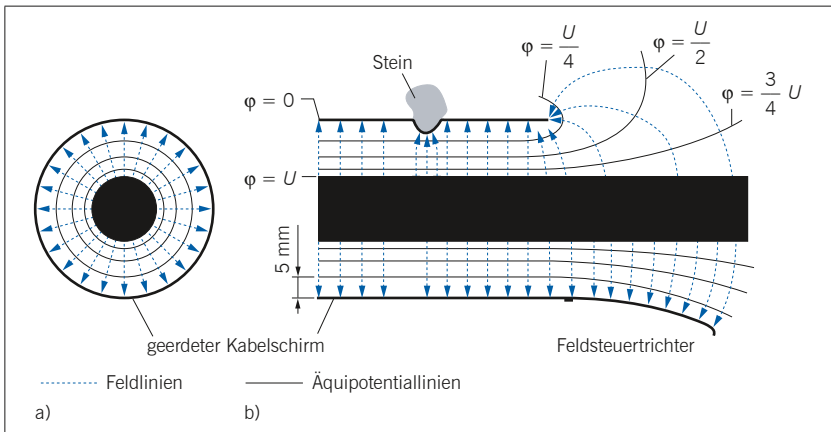

Bild 1.2 Prinzipdarstellung des elektrischen Feldes in einem Einleiterkabel
besteht im Gegensatz zu Luftstrecken allerdings die Möglichkeit der Verlängerung durch Rippen oder Barrieren. An der Prinzipdarstellung des elektrischen Feldes in einem Einleiterkabel in **Bild 1.2** [82] soll das verdeutlicht werden.
Die elektrische Feldstärke ist umso höher, je geringer der Abstand der Feldlinien ist. In Bild 1.2 a ist erkennbar, dass an der Leiteroberfläche die Feldstärke etwa 3-mal so hoch ist wie am Kabelschirm. In Bild 1.2 b erkennt man, dass im Bereich des eingedrückten Steines und am Ende des Kabelschirms (obere Bildhälfte) höhere Feldstärken auftreten.
Eine grobe Abschätzung der Feldstärke ist möglich, indem die Potentialdifferenz zwischen zwei Äquipotentiallinien (in Bild 1.2 b $\Delta\phi = U/4$) durch deren Abstand dividiert wird.
Die Abstände wurden dem Bild 1.2 b entnommen. Der Scheitelwert der Feldstärke ist
Diese Rechenergebnisse sind keine genauen Werte, da Bild 1.2 nicht exakt konstruiert wurde, sondern nur den prinzipiellen Feldverlauf darstellt. Es sollten auch nur die unterschiedlichen Feldstärkewerte und ihre Größenordnung verdeutlicht werden.
- Am Kabelende im Endverschluss ist am Schirm eine Feldsteuerung erforderlich, z. B. durch einen Metalltrichter, wie in Bild 1.2 b in der unteren Hälfte dargestellt.